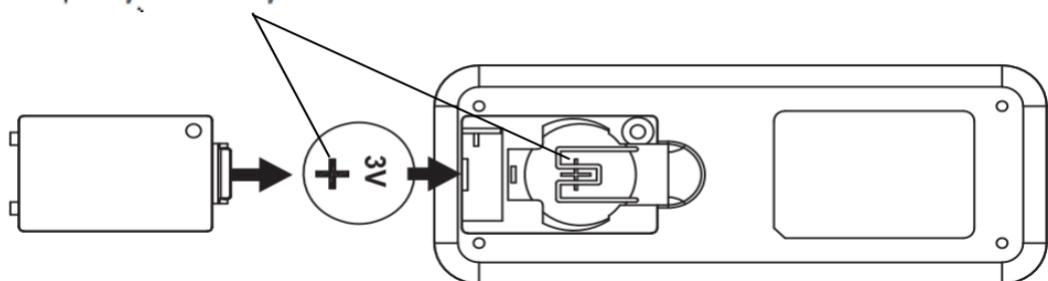

Fig. 9b
- 배터리칸 커버를 제거하고, 3V CR2032 배터리 1개를 삽입하고, 이 때 +가 표시되어 있는 부분을 반드시 위로 향하게 삽입하여야 합니다. (Fig. 9b)